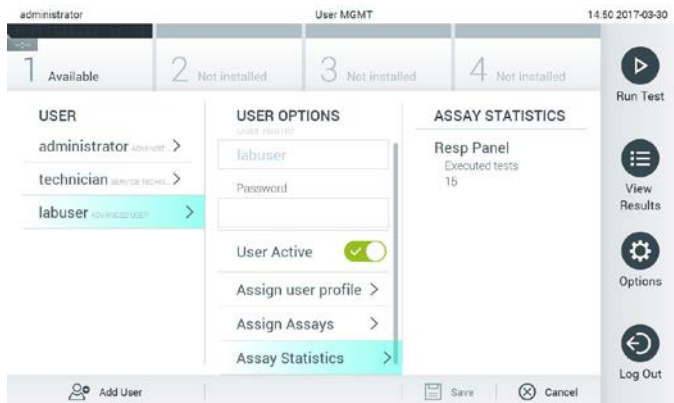

Abbildung 55: Anzeige von Assay-Statistiken
- Assay Statistics (Assay-Statistik): Zeigt an, wie oft ein Assay vom ausgewählten Benutzer ausgeführt wurde (Abbildung 55, nächste Seite).